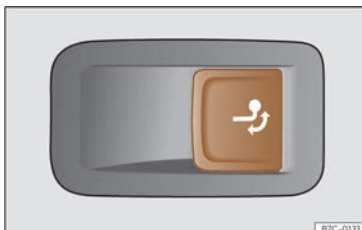

Fig. 172 No lado dereito do maleteiro: tecla para desbloquear o gancho de remolque.
- Tire da tecla >>> **fig. 172** brevemente. O gancho de remolque desbloquéase electricamente e xírase automaticamente cara a fóra. O indicador de control da tecla escintila.
- Tire da tecla >>> **fig. 172** brevemente. O gancho de remolque desbloquéase electricamente.
- Non prema nunca >>> **fig. 172** cando haxa un remolque enganchado ou vaia montado un portaequipaxes ou outros accesorios sobre o gancho de remolque.